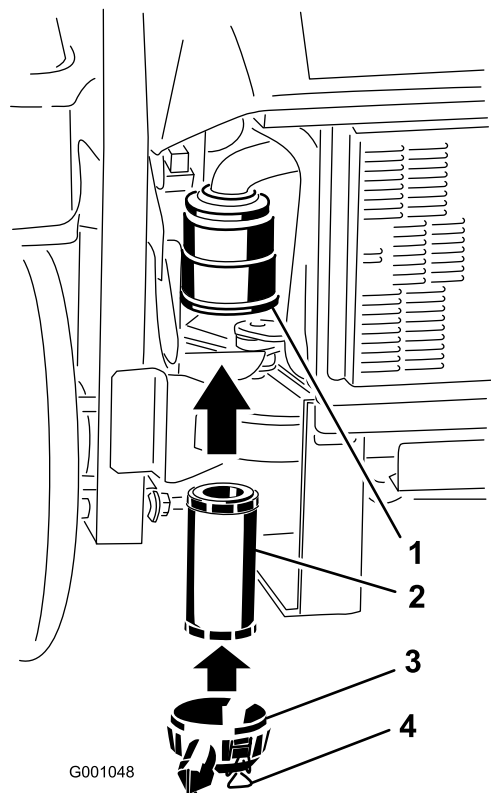

Figure 40
2. Insérez le filtre dans le corps avec précaution (Figure 40). Assurez-vous qu'il est bien engagé en appuyant sur le rebord extérieur.
3. Remettez en place et verrouillez le couvercle du filtre à air (Figure 40).